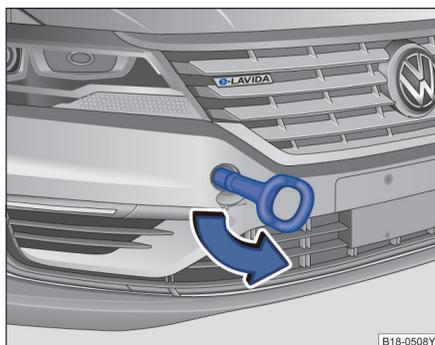

图 131 安装牵引环
- 将牵引环朝箭头方向拧入螺钉孔内，直到限位位置⇒ 图 131。